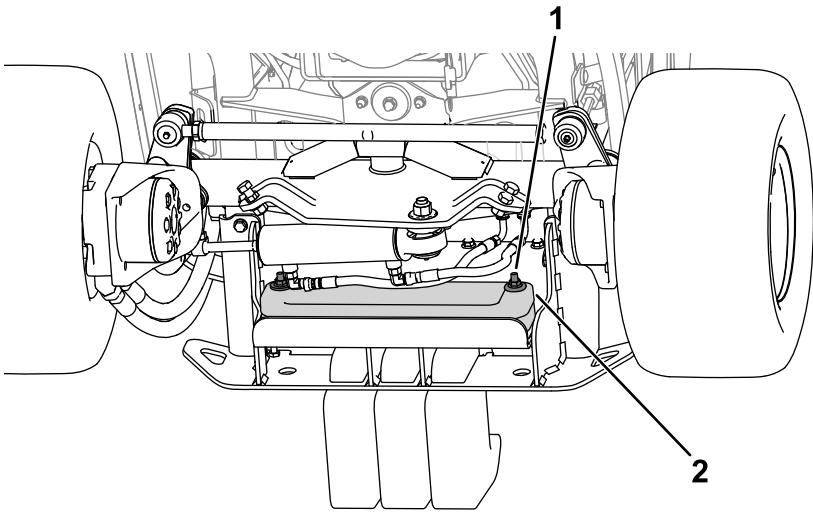

Figura 20
- 2. Utilizzate la bulloneria per fissare le zavorre al paraurti (Figura 20).